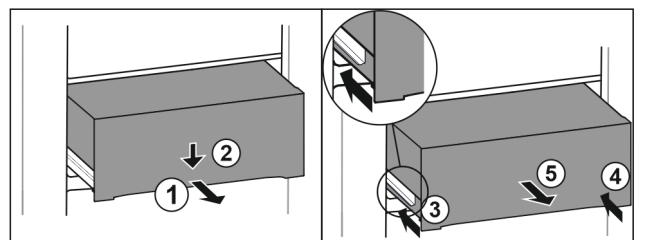

Fig. 110
- Schubfach halb herausziehen. *Fig. 110 (1)*
- Schubfach an der Vorderseite nach unten drücken. *Fig. 110 (2)*
- Linke Schiene etwa 2 cm einschieben. *Fig. 110 (3)*
- Rechte Schiene etwa 2 cm einschieben. *Fig. 110 (4)*
- Schubfach nach vorne entnehmen. *Fig. 110 (5)*